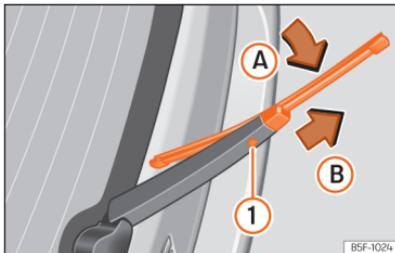

Abb. 222 Scheibenwischerblatt der Heckscheibe auswechseln.
- Das Wischerblatt leicht drehen »» (Abb. 222) (Pfeil A).